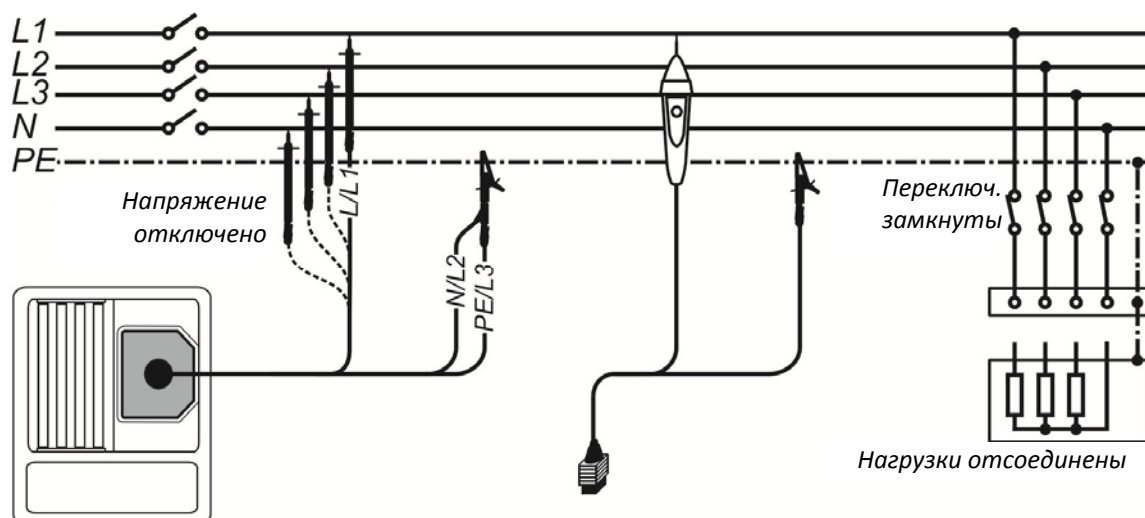

Рисунок 5.3: Подключение 3-проводного тестового кабеля и щупа с наконечником «Tip commander» ($U_N \leq 1 \text{ кВ}$)
- ❑ **Подключите** измерительный кабель к прибору и тестируемому элементу (см. Рисунок 5.3: Подключение 3-проводного тестового кабеля и щупа с наконечником «Tip commander» ($UN \leq 1 \text{ кВ}$)).